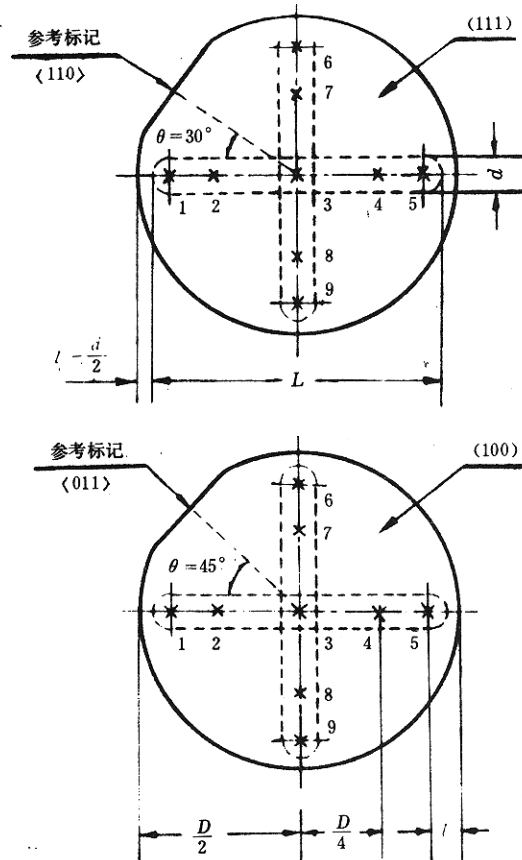

图 1 试样表面上记数方位
6.7 用显微镜按图 1 所示的位置观察试样表面。
6.7.1 九点法：用显微镜载物台的移位标尺测量外延片直径，按照图 1 所示位置，即中心一个视场， $\frac{1}{2}$ 半径处四个视场，距离边缘 l 处四个视场（硅片直径大于 50.8mm ， l 取直径的 7% ，硅片直径小于